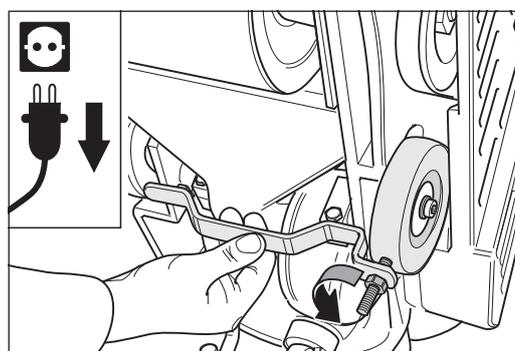

Fig. 35 Captación del ajuste actual de la rueda derecha (vista desde abajo).
- 4 Para el ajuste, primero capte la posición actual de la rueda regulable con el dispositivo de ajuste. Coloque el dispositivo contra la carcasa de la máquina de modo que quede apoyado por ambos lados tanto en la carcasa de la máquina como en la rueda regulable. En su caso, debe girarse el espárrago del dispositivo de ajuste. Para ello, afloje ambas tuercas del dispositivo de ajuste (Fig. 35).